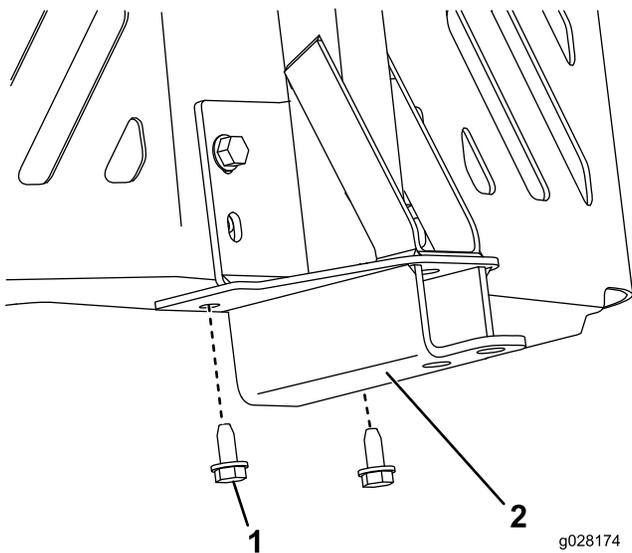

Figure 12
3. Fixez le cadre de pivot au bas du cadre de la machine avec 2 vis autotaraudeuses (5/16 x 3/4 po), comme montré à la Figure 12.